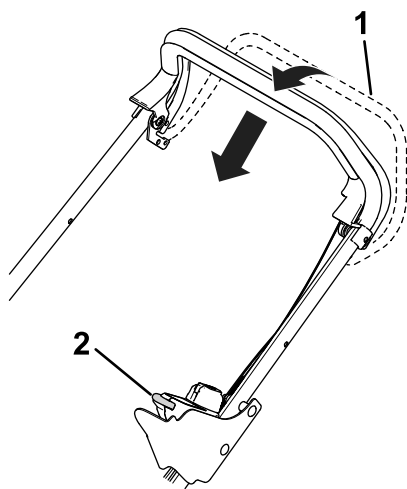

Bild 20
- Aktivieren Sie bei laufendem Mähwerk den Selbstantriebsbügel (Bild 20).